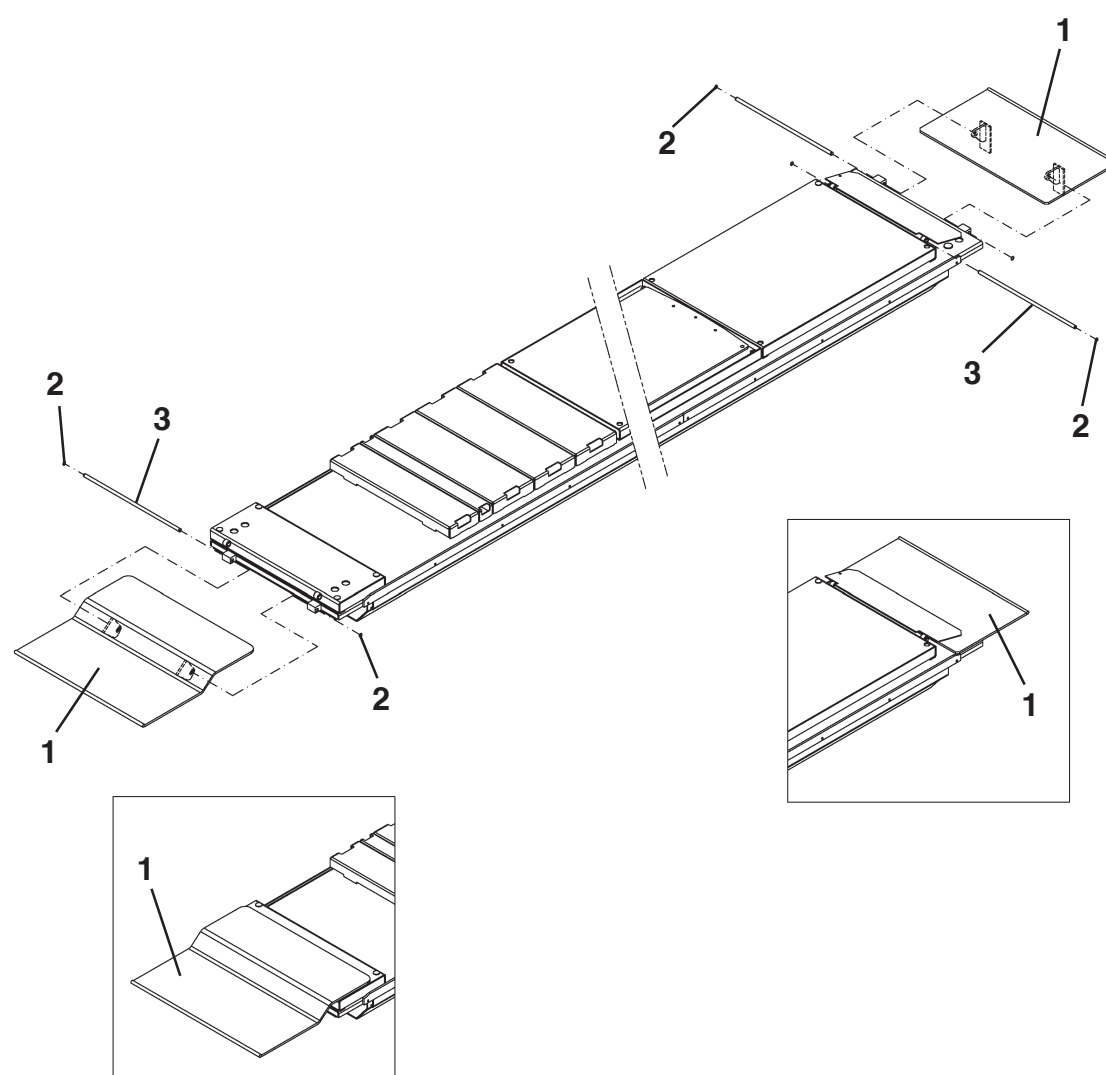

Fig. 21
**Rif. Fig 21.** Posizionare gli arresti basculanti (1) e, utilizzando i seeger (2), fissare il perno (3) permettendo agli arresti di basculare liberamente al fine di disporsi orizzontalmente, quando il ponte è in basso, facilitando il transito della vettura, e posizionandosi verticalmente quando il ponte è in alto creando un arresto meccanico di sicurezza relativamente all'eventuale spostamento della vettura.
**Ref. Fig. 21.** Position tilting stops 1 and, using snap rings 2, fit pin 3. This will allow stops to freely tilt and reach both a horizontal position whenever the lift is down, so as to make vehicle transit easier, as well as a vertical position whenever the lift is up, thus creating a mechanical safety stop in case of any vehicle movement.
**Bez. Abb.21.** Die Anlaufvorrichtungen 1 ausrichten und, unter Anwendung des Seeger-Rings 2, den Bolzen 3 befestigen, so dass die Anlaufvorrichtungen möglich ist, frei zu schwingen, um sich waagrecht ausrichten zu können, wenn sich die Hebebühne in unterer Position befindet, wodurch das Verfahren des Fahrzeugs erleichtert wird, und um sich senkrecht auszurichten, wenn die Hebebühne sich in oberer Position befindet, wodurch dann ein mechanischer Sicherheitsanlauf beschaffen wird, der eine eventuelle Verschiebung des Fahrzeugs
**Réf. Fig 21.** Positionner les butées basculantes 1 et, en utilisant les circlips 2, fixer le goujon 3 en permettant aux butées de basculer librement pour se positionner horizontalement lorsque le pont est en bas, ce qui facilite le passage de la voiture, et verticalement lorsque le pont est en haut, en créant ainsi un arrêt mécanique de sécurité en cas de déplacement éventuel de la voiture.
**Ref. Fig 21.** Colocar los topes basculantes 1 en posición y, utilizando los anillos seeger 2, fijar el perno 3, permitiendo que los topes oscilen libremente para que puedan colocarse horizontalmente cuando el puente está abajo, facilitando el tránsito del vehículo, y verticalmente cuando el puente está arriba, creando un tope mecánico de seguridad en relación con un eventual movimiento del vehículo.